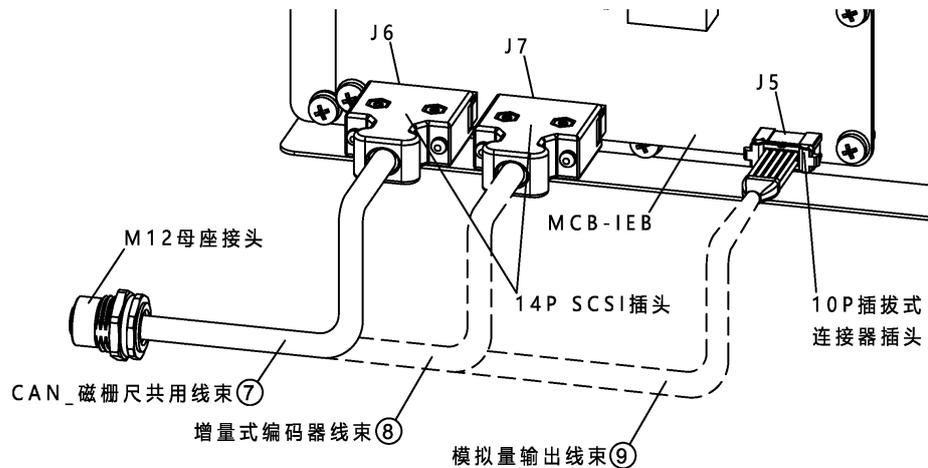

图 21-42 多功能通讯模块连接示意图
步骤5. 如图 21-42 所示, 根据实际需求, 将 ⑦ CAN_磁栅尺公用线束或 ⑧ 增量式编码器线束或 ⑨ 模拟量输出线束三者其一接在 ③ MCB-IEB 上的对应接口上 (⑦ CAN_磁栅尺公用线束接 J6 接口, ⑧ 增量式编码器线束接 J7 接口, ⑨ 模拟量输出线束接 J5 接口), 将另一端的 M12 母座接头安装在 ① M12 接头安装板上。